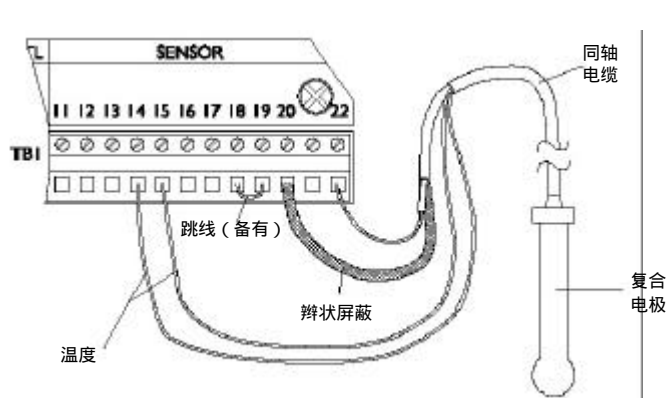

图 2-8 连接常规复合电极和带“A”或无字母前缀序列号的分析仪
- 接线端子 18 和 19 用于带“A”或无字母前缀序列号的分析仪（图 2-8）